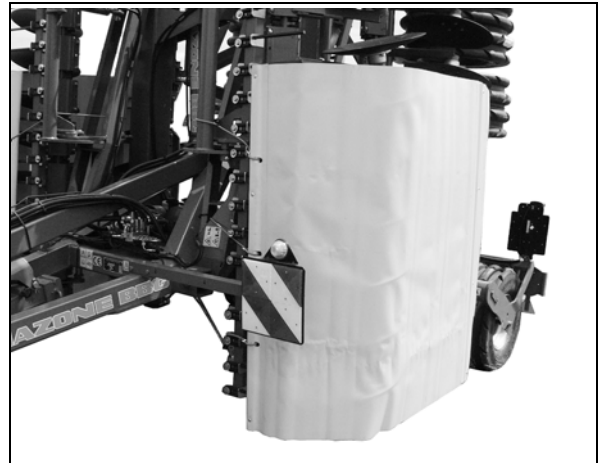
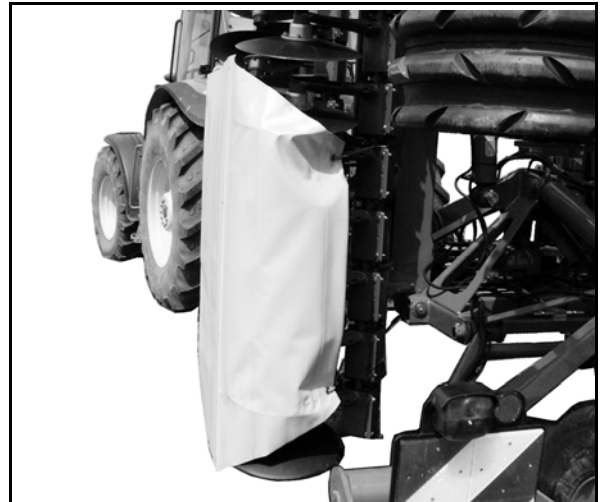

Fig. 64
Fig. 65
2. Legg presenningene rundt skålrekkene, og fest med stropper. (3 belter foran (Fig. 64) / 2 belter bak (Fig. 65)).